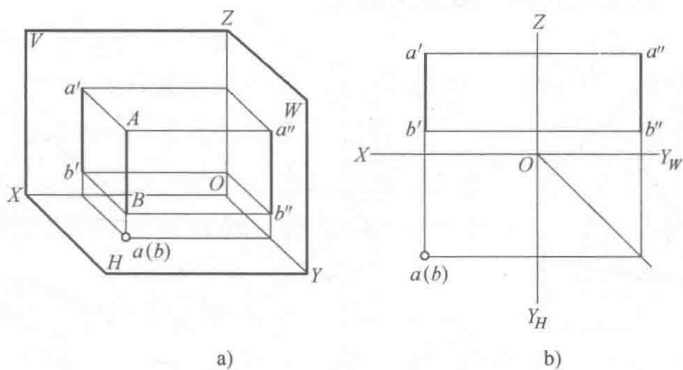

图 1-27 铅垂线
3) 投影面垂直线：垂直于一个投影面，平行于另两个投影面的直线，称为投影面垂直线。垂直于  $V$  面的直线称为正垂线；垂直于  $H$  面的直线称为铅垂线；垂直于  $W$  面的直线称为侧垂线。其投影特性为“垂直面上的投影为点，其余两面的投影是实长线”，图 1-27 所示为铅垂线的投影。